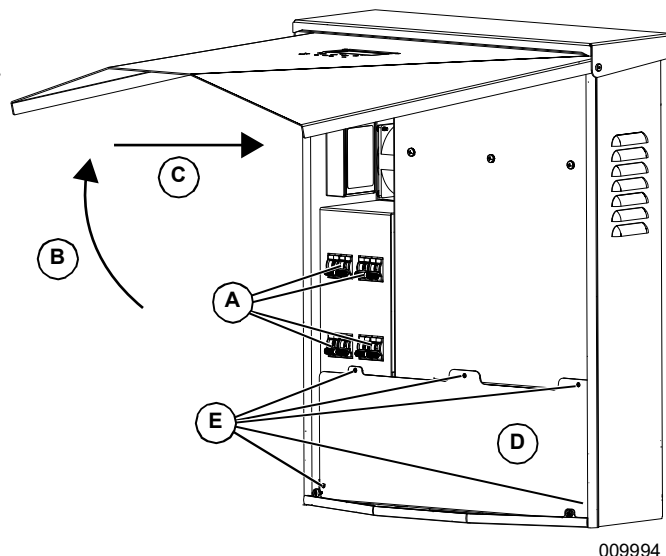

Figura 7-1. Compartimiento de cableado
3. Para abrir la cubierta delantera del inversor, levante la parte inferior hasta una posición horizontal (B) y empújela hacia adentro (C).
4. Consulte la **Figura 7-1**. Abra todas las desconexiones de CC de PWRcell (A). Verifique que el voltaje de CC que se informa en la pantalla LCD haya disminuido a menos de 10 V CC.
6. Ubique la cubierta del compartimiento de cableado (D).
7. Retire los cinco tornillos M4X10 (E) y la cubierta del compartimiento de cableado.
2. Consulte la **Figura 7-1**. Abra todas las desconexiones de CC de PWRcell (A). Verifique que el voltaje de CC que se informa en la pantalla LCD haya disminuido a menos de 10 V CC.